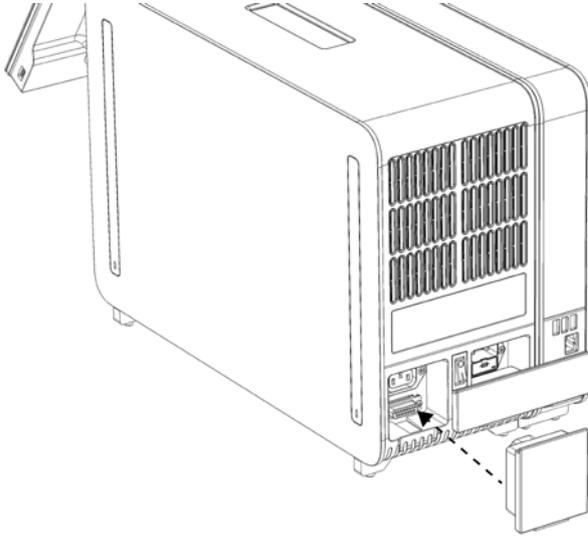

Figura 9. Conexión del puente de terminación.
6. Conecte el puente de terminación en la parte posterior del módulo analítico (figura 9).